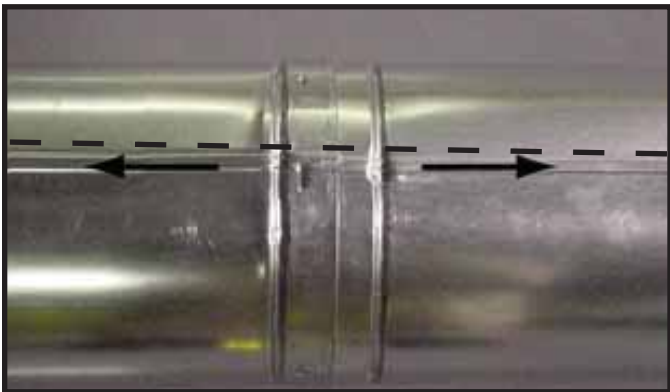

Figure 10.8 Aligner et démonter les tronçons de ventilation/d'évacuation
- Tournez un tronçon quelconque (voir la figure 8.7) de sorte que les joints sur les deux tronçons de tuyaux s'alignent, comme le montre la Figure 10.8.